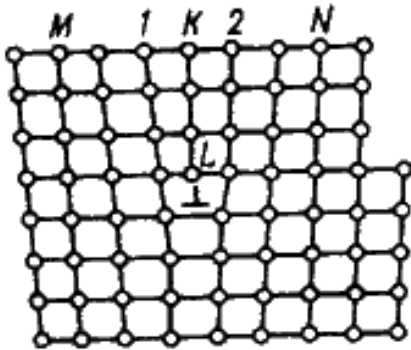

Рис.7 Искажения в кристаллической решетке при наличии краевой дислокации
- Представляет собой линию, вдоль которой обрывается внутри кристалла край “лишней“ полуплоскости (рис. 7)